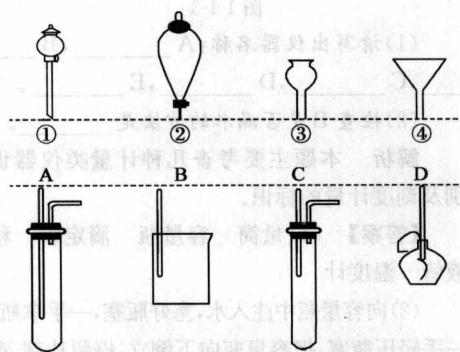

图1-1-1
C. ①③⑤ D. ③④⑦
①两者的精密度不同,滴定管精密度较高,通常是0.01mL;量筒较低,通常为0.1mL。
②两者的构造不同,量筒没有“0”刻线,容积标度从下到上依次增大;滴定管“0”刻线设在上面,容积标度从上到下依次增大。选A。
**例8** 如图1-1-1所示,①、②、③、④分别是几种常用漏斗的上部,A、B、C、D是实际应用操作(分液、制气、向容器中加液体试剂等)时,各种漏斗的下部插入容器中的示意图(图中漏斗及容器中的药品和其他物品均已略去,铁架台、铁夹也已略去)。请根据实际使用操作时上述漏斗的范围和它们的形状,指出A、B、C、D分别与①、②、③、④中哪一种最为匹配。